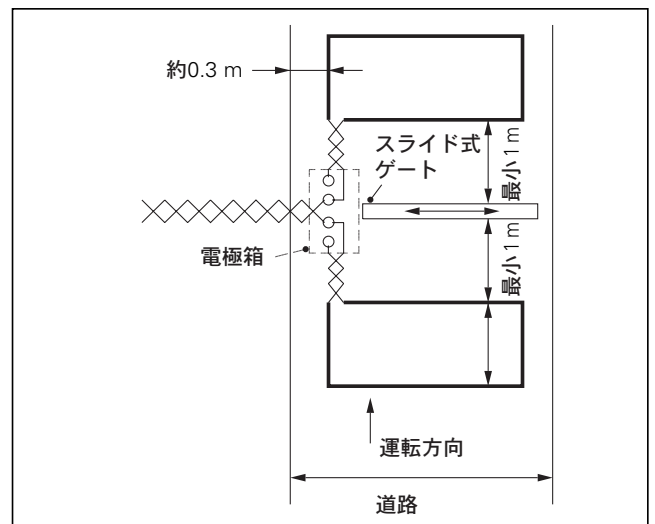

図7
- ・周辺のループまたは可動金属物（スライド式ゲートなど）との距離は最低1mです（図7）。